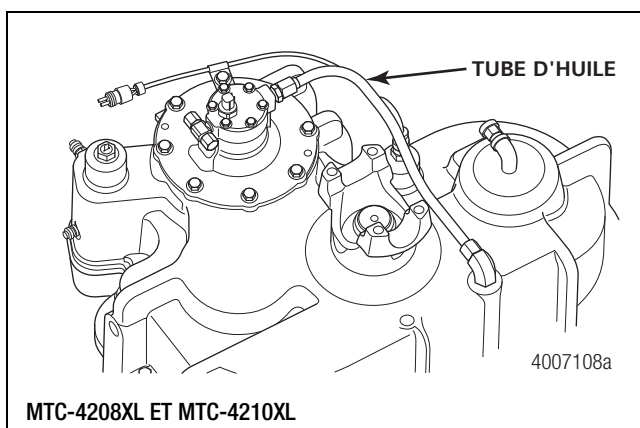

Figure 6.45
2. Brancher le tube d'arrivée d'huile aux raccords inférieur et supérieur. Serrer les écrous de raccord au couple de 35 à 40 lb-pi (48 à 54 N•m). Figure 6.45.